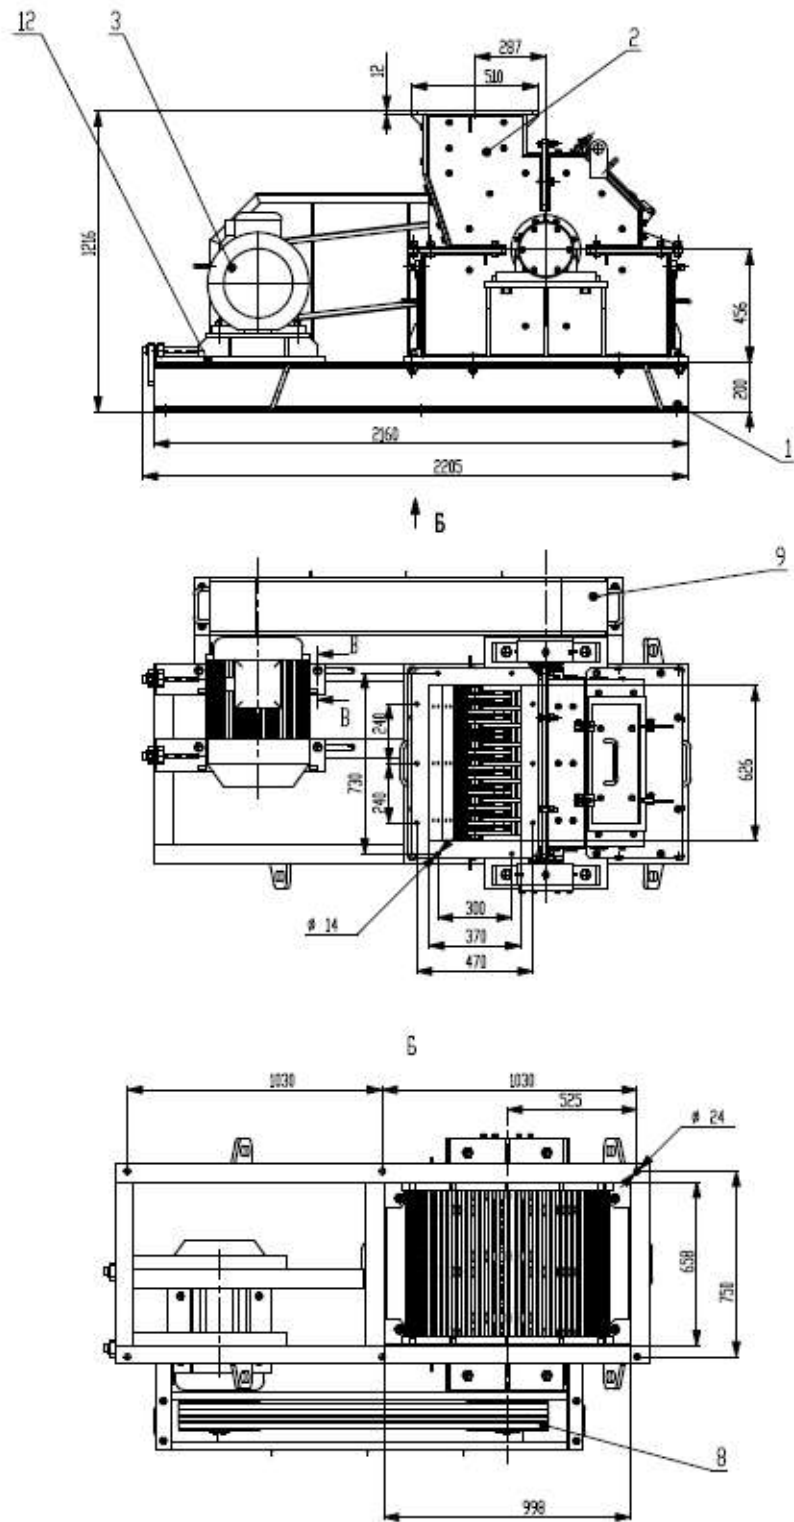

Рис.1
Устройство дробилки представлено на рис.1.
- включать дробилку при снятых кожухах 9,10 (см. рис.1) и открытом корпусе.